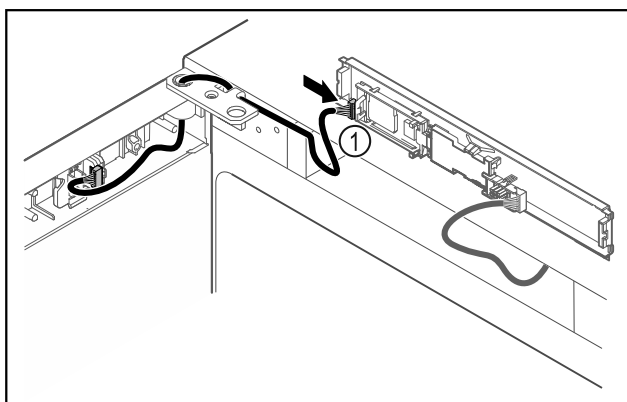

Fig. 42
- ▶ Dugja be a dugót *Fig. 42 (1)* a NYÁK-on.